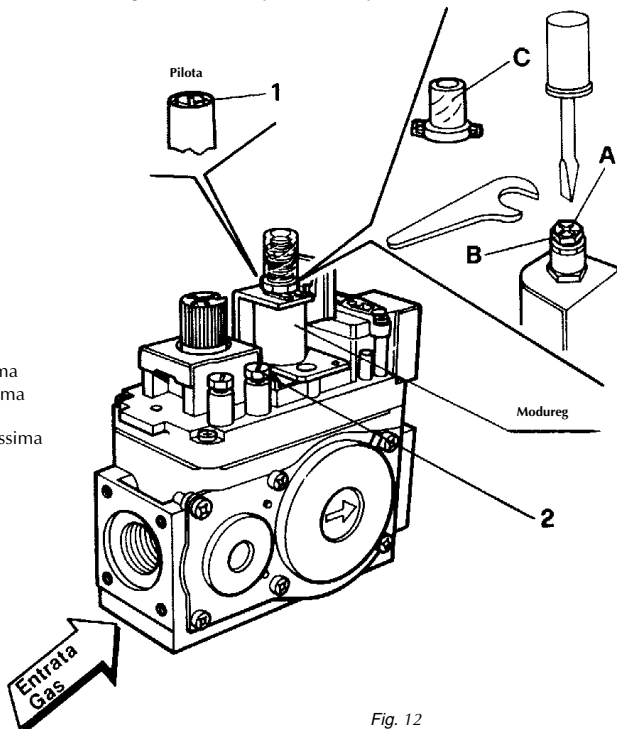
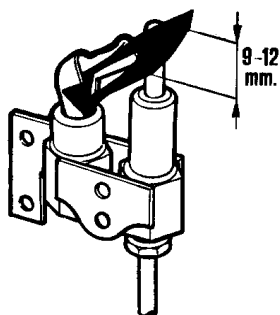

Fig. 12
Fig. 13
5.02 Regolazione della pressione minima e massima (fig. 12)
Questa regolazione deve essere effettuata tramite la vite 1 (Fig. 12) sulla valvola gas. Girando in senso orario la portata si riduce, ruotandola in senso antiorario aumenta. Per un buon funzionamento del pilota, la sua fiamma deve avvolgere la termocoppia nel modo indicato in fig. 13.
La termocoppia deve essere libera da incrostazioni e la fiamma pilota la deve avvolgere correttamente (fig. 13).
Regolare la fiamma ad avviluppare la termocoppia nel modo indicato in fig. 13